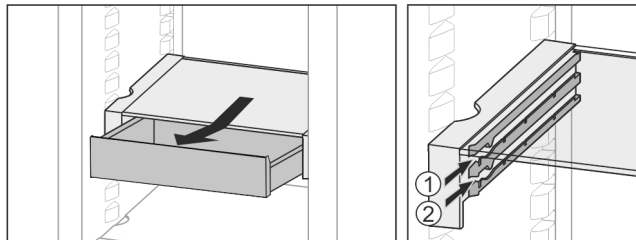

Fig. 35
- ▶ Zasuňte v libovolné výšce Fig. 35 (1) nebo Fig. 35 (2).